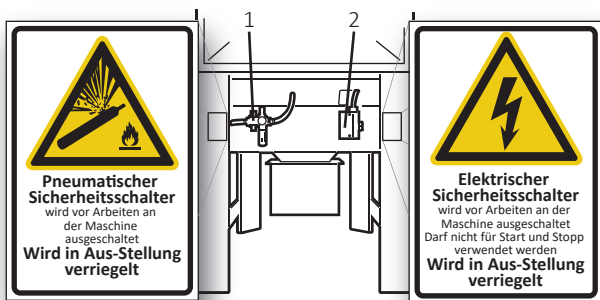

Abb. 4
Ein sicherer Service ist über den abschließbaren Sicherheitsschalter (2), siehe Abb. 4, für die Stromzufuhr garantiert. Die elektronische Steuerautomatik wird mit 230 V 1N~, 6A gespeist und gemäß Schaltplan eingebaut (siehe Kapitel 4.5.5).